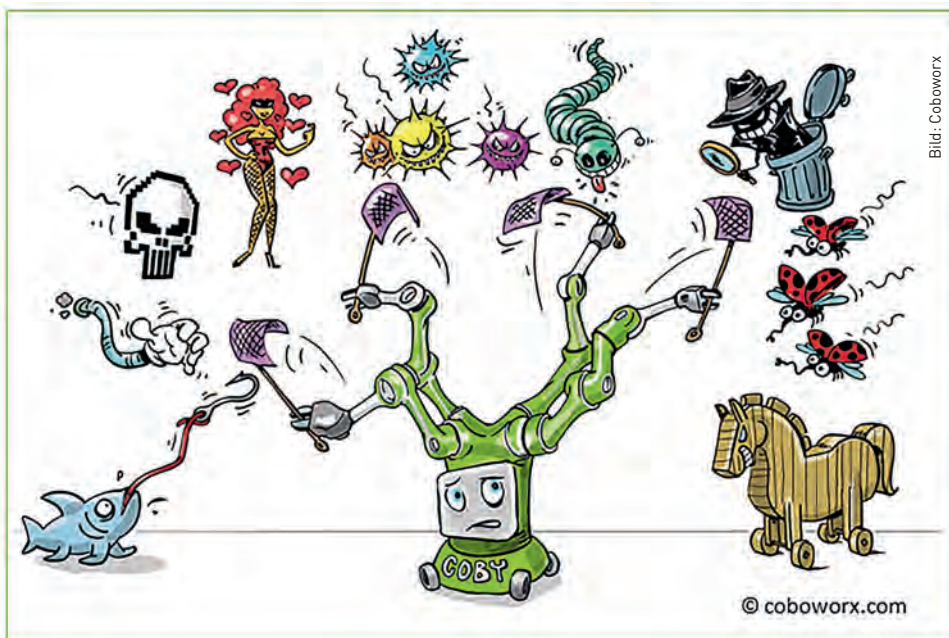

Abbildung 1:
Um gesund zu bleiben, muss ich mir klar werden, wo und wie ich mich anstecken kann. Tatsächlich werde ich, wie meine menschlichen Kollegen, ständig von Krankheitserregern bombardiert, wie Abbildung 1 zeigt. Das sind Viren, Würmer, Trojaner und andere sogenannte Malware, also Schadsoftware. Das sind im Prinzip die gleichen Erreger, die auch einen PC befallen können:
- Es gibt Kombinationen aller drei Schädlinge und weitere Angriffsformen. Technisch nicht zu bekämpfen ist die attraktive Dame oben links in der Abbildung 1. Als Cobot bin ich vollkommen immun gegen weibliche oder auch männliche Reize. Ich verstehe (noch) nicht, was Men-